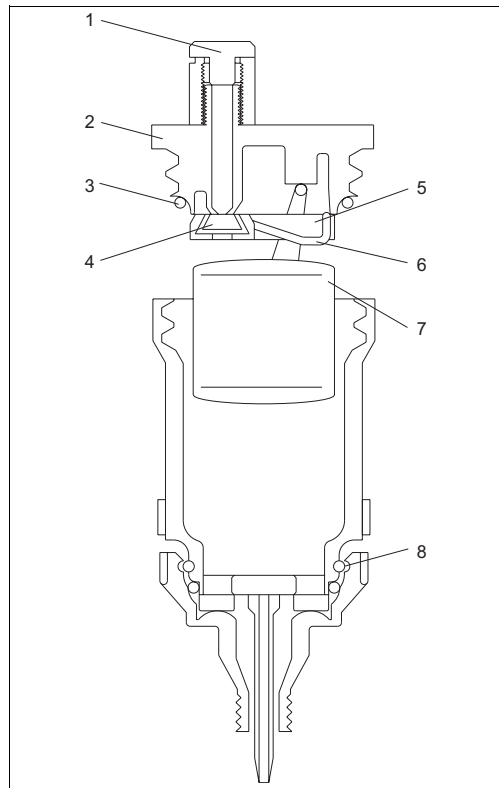

Fig. 14: Vista dettagliata della valvola di sfiato
2. Smontare l'armatura a deflusso svitando la sommità del corpo e sollevando il coperchio nero (fig. 14, pos. 2).
3. Pulire con attenzione la zona della guarnizione (pos. 4) da sporco e residui.
5. Rimontare l'armatura a deflusso e controllare che l'O-ring (pos. 3) sia posizionato correttamente.
8. Verificare che il coperchio rosso dello sfiato (pos. 1) sia serrato sino alla posizione di arresto per garantire il corretto funzionamento. Serrare manualmente.